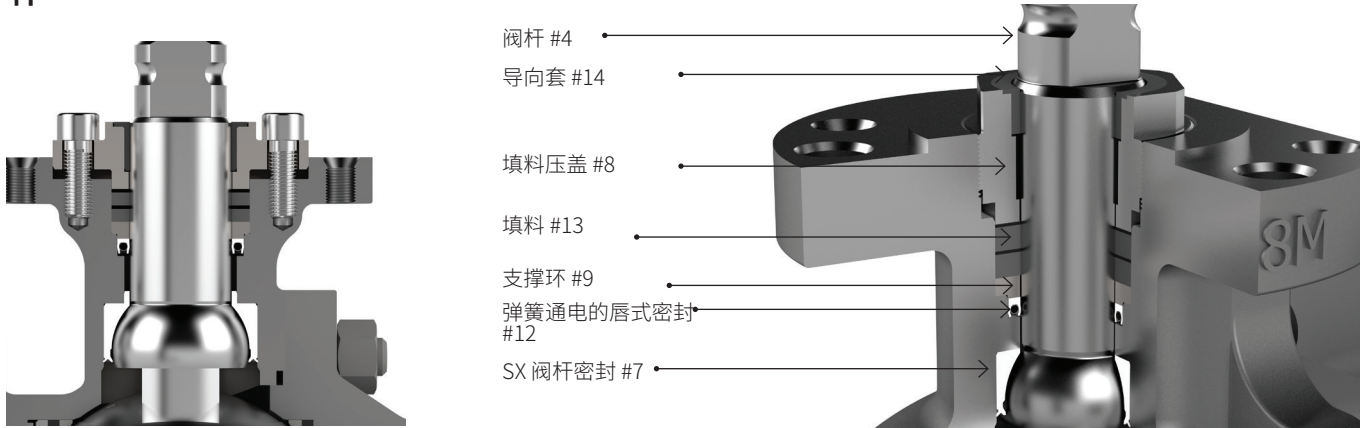

图 5
5.将支撑环 (#9) 安装在阀杆 (#4) 上,凸起的梯级朝下,直到它位于填料室的底部。(见图 5)。